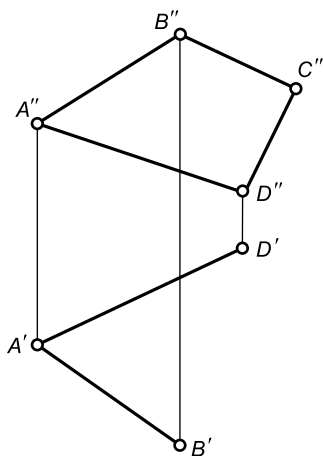

Рис. 14
2.15. Достроить проекции плоского четырехугольника $ABCD$ (рис. 14).